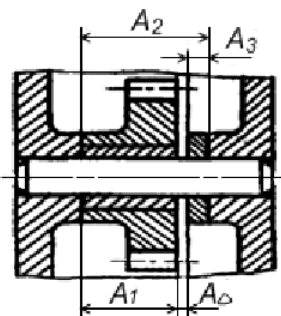

Рис. 1. Размерная цепь, обеспечивающая зазор  $A_4$
**Задача 1.** Рассчитать с применением одного из 5 стандартных методов достижения точности замыкающего звена зазор между торцами зубчатого колеса и проставочного кольца в узле технологической машины (рис. 1) в пределах 0–0,2 мм (согласно заданию) [ОПК-13.2].